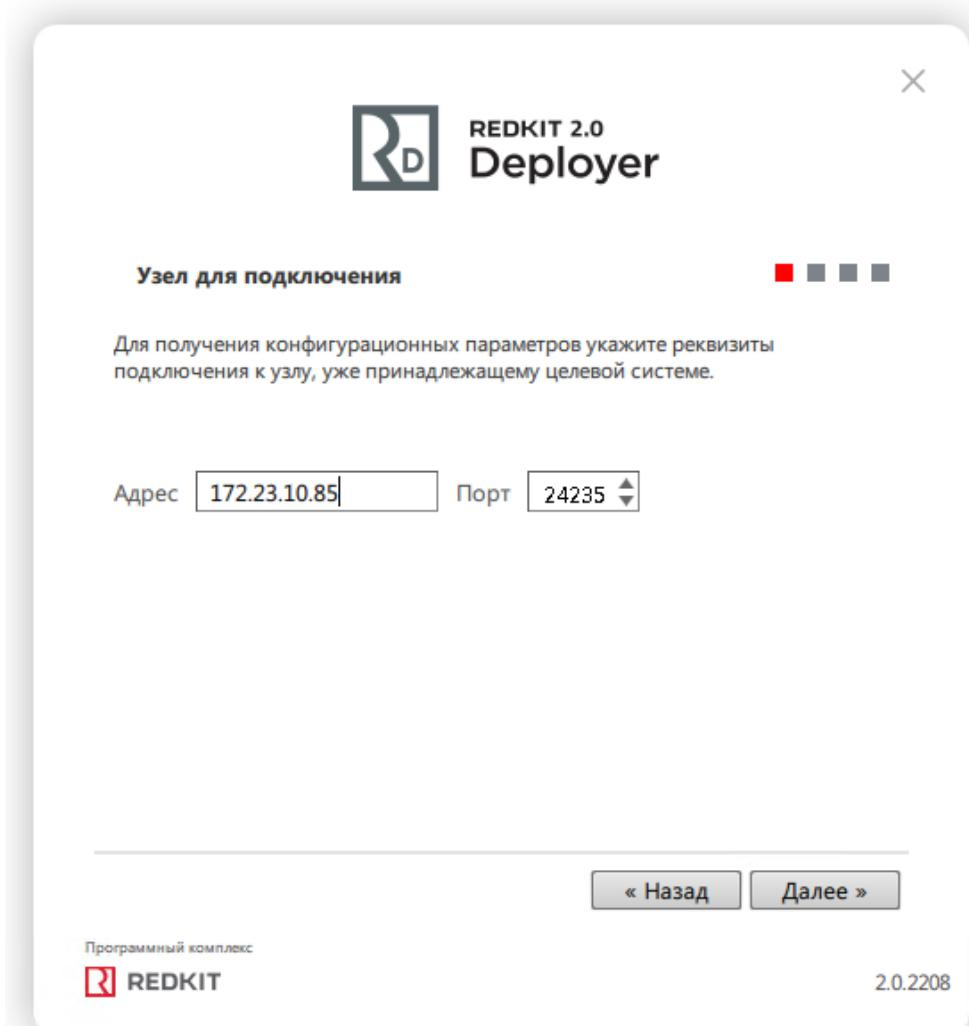

Рисунок 32 - Узел для подключения
4. Укажите IP-адрес и порт сервиса Keeper основного сервера из п.5 раздела Первичное конфигурирование (если настройки основного сервера выполнены верно, то просто укажите IP-адрес основного сервера и оставьте порт по умолчанию) и нажмите **Далее** (Рисунок 32).